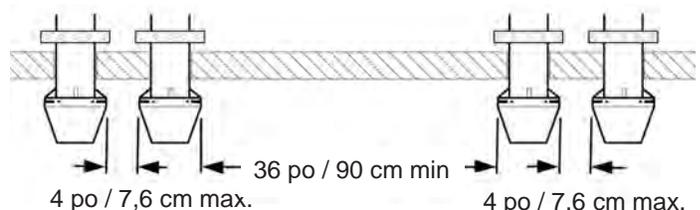

Figure 15. Plusieurs terminaisons concentriques
2. Les terminaisons concentriques multiples doivent être installées en respectant une distance horizontale minimale entre terminaisons adjacentes d'au moins 90 cm (36 po), ou une distance maximale de 10 cm (4 po) (pour un maximum de 2 terminaisons). Par exemple, si 4 terminaisons concentriques sont installées, elles peuvent être installées à au moins 90 cm (36 po) l'une de l'autre, ou groupées en 2 paires, les terminaisons de chaque paire étant espacées de moins de 10 cm (4 po) et les groupes étant séparés de plus 90 cm (36 po) (voir Figure 15).